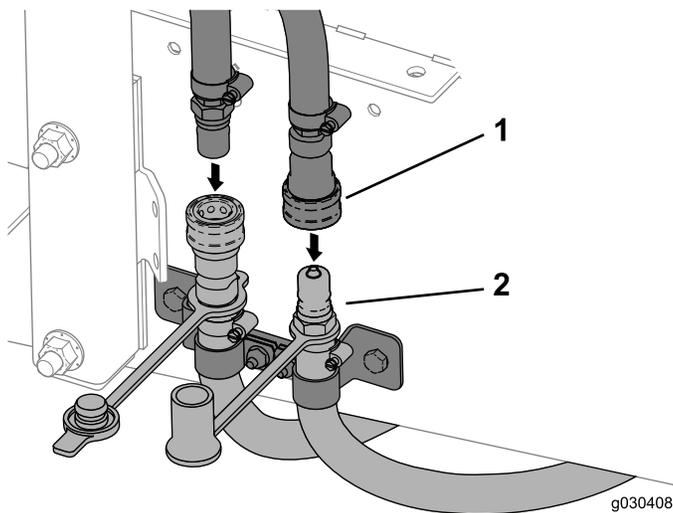

Figura 41
6. Conecte las mangueras de la cabina a las mangueras montadas en la máquina (Figura 41).